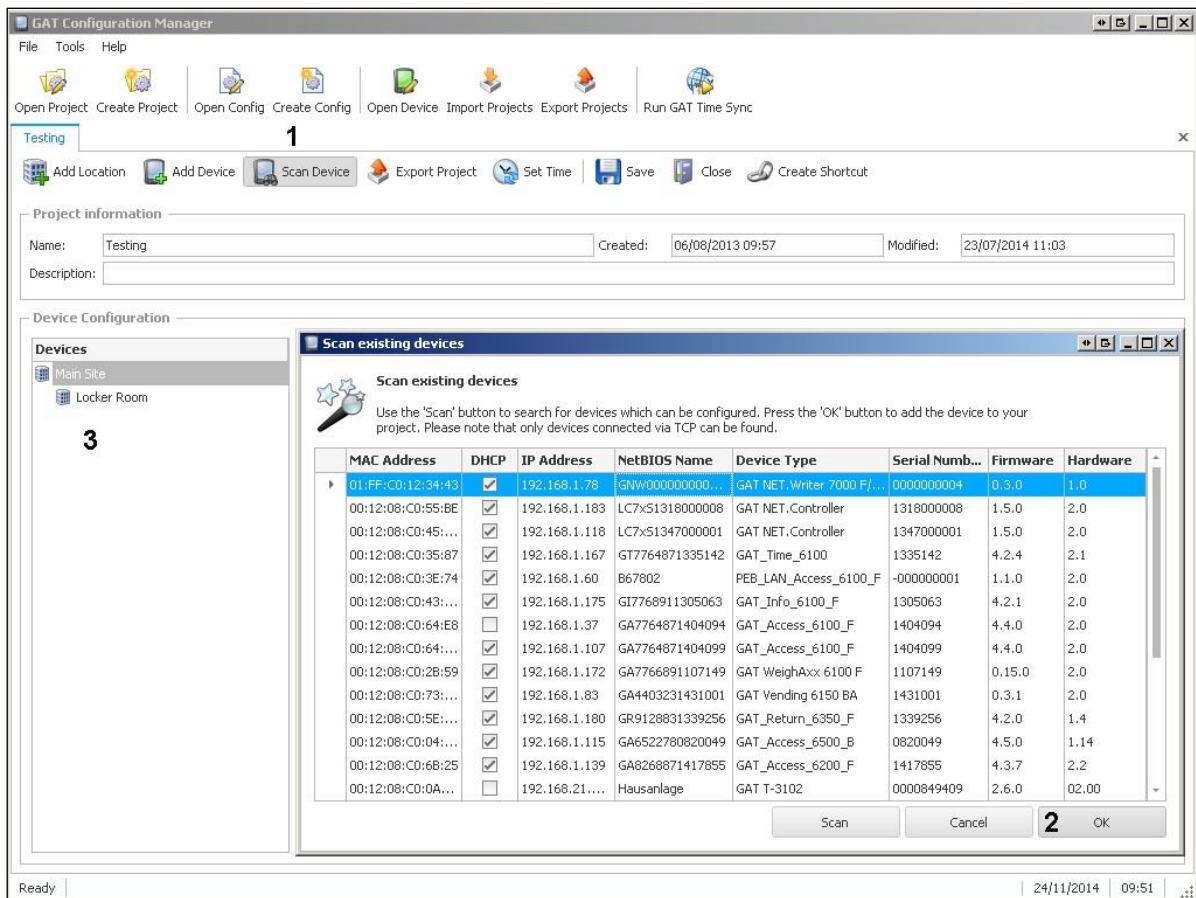

Bild 4.3 – GAT Config Manager - Geräte suchen
- ▶ Sobald ein Projekt erstellt ist, klicken Sie auf das Symbol "Scan Device" (1 in Bild 4.3).
- Das ausgewählte Gerät wird blau markiert, wie in Bild 4.3. gezeigt.
- ▶ Klicken Sie auf "OK" (2 in Bild 4.3).
- Das ausgewählte Gerät wird in die Gerätliste hinzugefügt (3 in Bild 4.3).